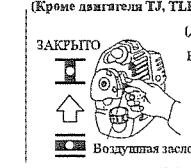

Рис. 13-1
3. Переведите рычаг обогащения в положение запуска двигателя ("Starting"). (Рис. 13-1)